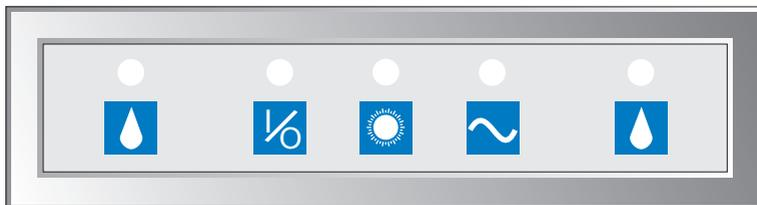

Abbildung 7
4.1.1 Verwenden des Hydro oder Aero. (Siehe Abb. 7)